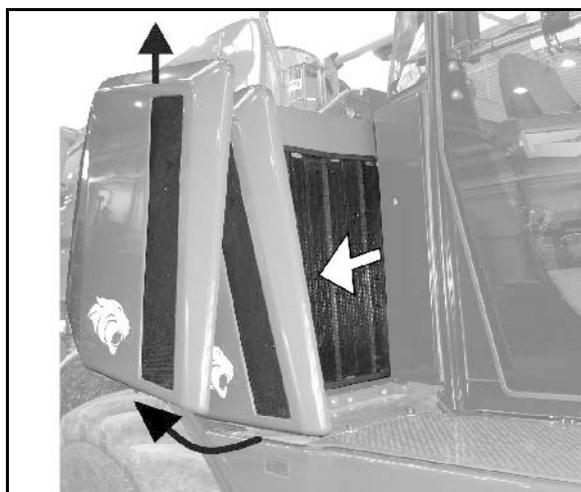

Fig. 168
1. Flügelmutter der Filterhaube (Fig. 168/1) lösen.
2. Filterhaube abnehmen und Filteraußenelement (Fig. 168/2) herausziehen.
6. jährlich, Filterinnenelement (Fig. 168/3) erneuern (niemals reinigen).
- o Sechskantmutter (Fig. 168/4) lösen und Filterinnenelement herausziehen.